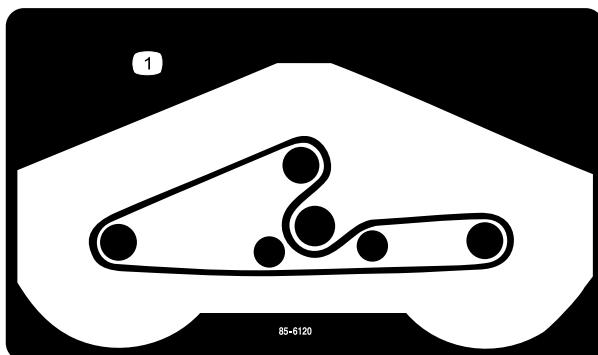

Figura 24
- Pase la correa nueva alrededor de las poleas de los ejes y por el conjunto de la polea tensora, según se muestra en Figura 24.